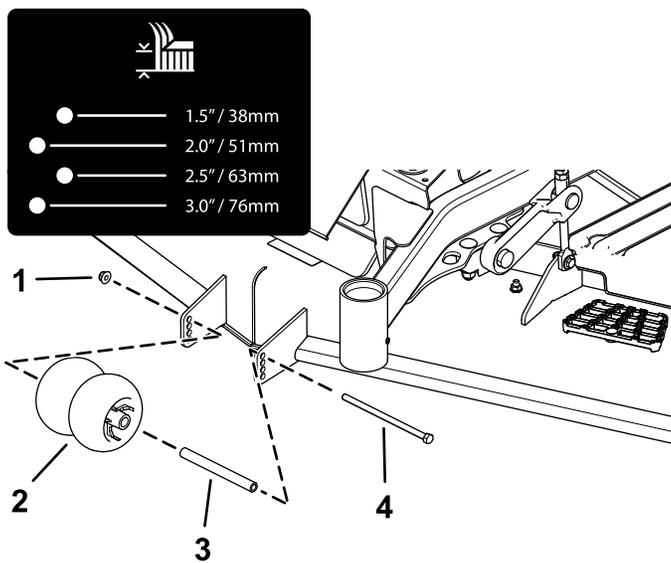
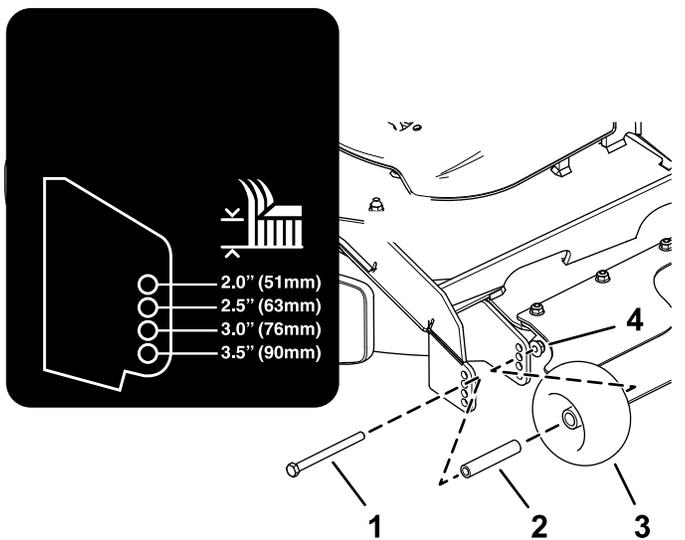

Figura 26
Figura 27
4. Regolate i rulli antistrappo come illustrato nella Figura 26 e nella Figura 27.